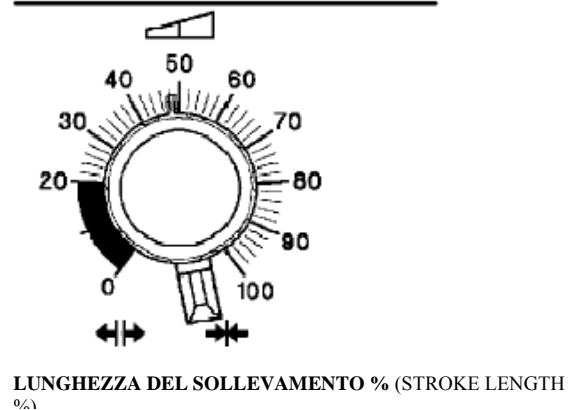

Fig. 10 Manopole di regolazione
- La frequenza del sollevamento viene impostata mediante la manopola girevole del rapporto di frequenza (STROKE RATE) vedi Fig. 10. L'impostazione può essere fatta solo con la pompa in funzione.
- La lunghezza del sollevamento viene regolata mediante la manopola girevole della lunghezza del sollevamento (STROKE LENGTH) vedi Fig. 10. L'impostazione può essere fatta solo con la pompa in funzione. **Non ruotare la manopola se la pompa è scollegata.**